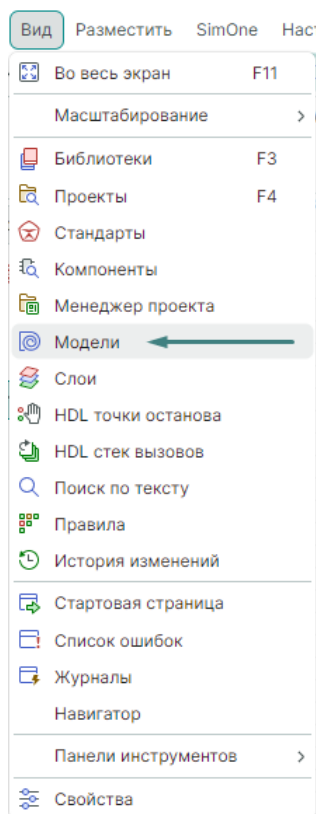

*Рис. 59 Вызов панели
1. Через главное меню «Вид» → «Модели», см. Рис. 59.